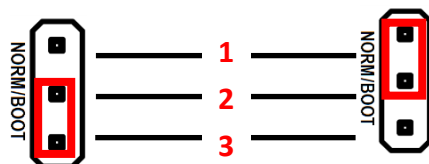

Рисунок 1. Разъем **SW1**: а) джампер в положении NORM (замкнуты контакты **1** и **2**); б) джампер разъема в положении BOOT (замкнуты контакты **2** и **3**)
5. Переставить джампер разъема **SW1** в положение **BOOT** (смотрите рисунок 1).